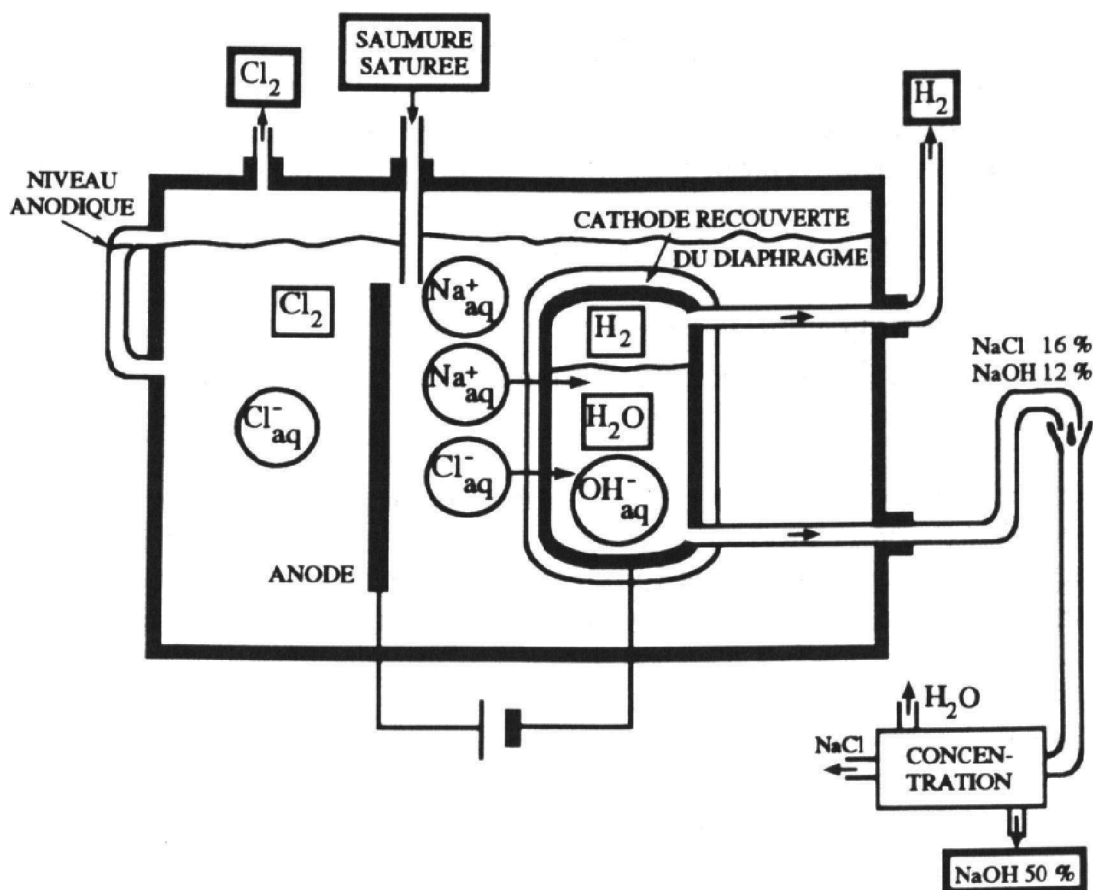
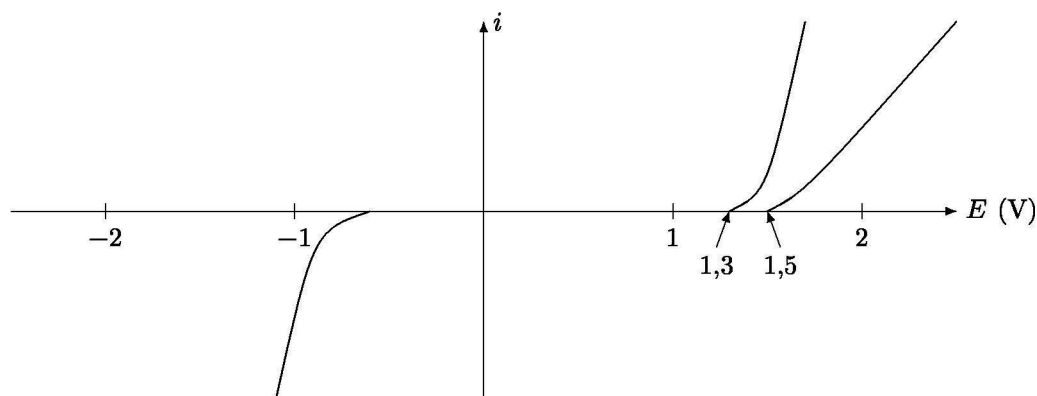

Figure 1 Schéma de principe d'une cellule à diaphragme – Extrait de « Chimie industrielle », p. 324, R. Perrin et J-P. Scharff, Dunod 2ème édition
Figure 2 Courbes intensité-potentiel pour le procédé à diaphragme – Extrait de « Chimie industrielle », p. 323, R. Perrin et J-P. Scharff, Dunod 2ème édition
Le schéma d'une cellule d'électrolyse industrielle du procédé à diaphragme est donné figure 1 et les courbes intensité potentiel correspondantes figure 2. Dans ce procédé:
I.B.3) Recopier l'allure du graphique présenté figure 2 en indiquant sur les portions de courbes les transformations chimiques correspondantes, puis en construisant la tension à appliquer pour une intensité donnée. Quel problème rencontre-t-on si on applique une tension trop forte ?
I.B.12) En observant le schéma de la figure 1, répondre aux questions suivantes.